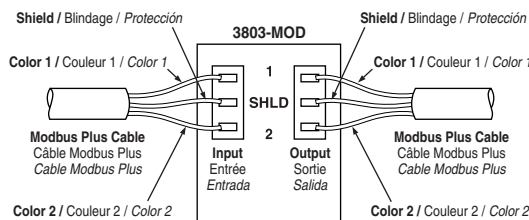

Fig. 3
8. Plug the connectors into the appropriate "Input" and "Output" locations on the 3803-MOD module, as shown in **Fig. 3**.
8. Brancher les connecteurs dans les entrées (INPUT) ou sorties (OUTPUT) appropriées du module, tel qu'illustré à la **figure 3**.
8. Conecte los conectores en la "entrada" y "salida" del módulo MOD, como se muestra en la **Fig. 3**.